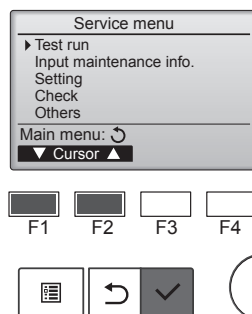

Fig. 8-1
- 1 Velg "Test run" (Testkjøring) fra Service-menyen, og trykk på [VELG]-knappen. (Fig. 8-1)